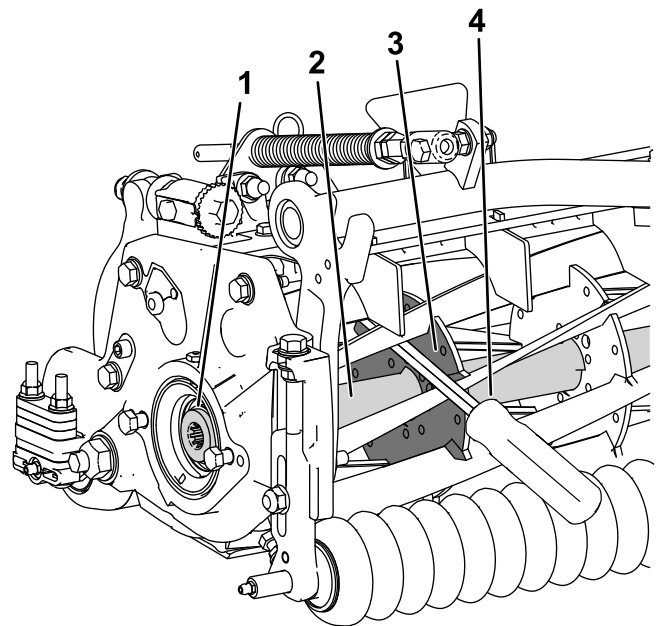

图32
1. 将一根长柄撬棍建议尺寸为 0.95cm x 30.48cm 带螺丝刀柄插入滚刀组前面最靠近需要扭转的滚刀组一侧图32。
2. 将撬棍靠着内部滚刀组加强板的焊接侧放置图32。